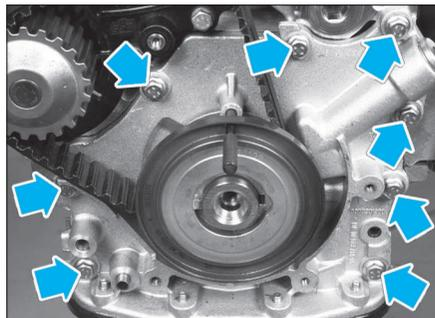

FIG. 17
- les huit vis de la pompe à huile en bout de vilebrequin (Fig.17).